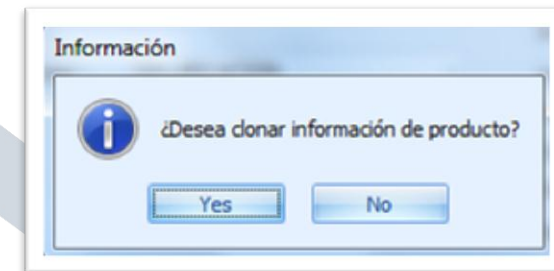
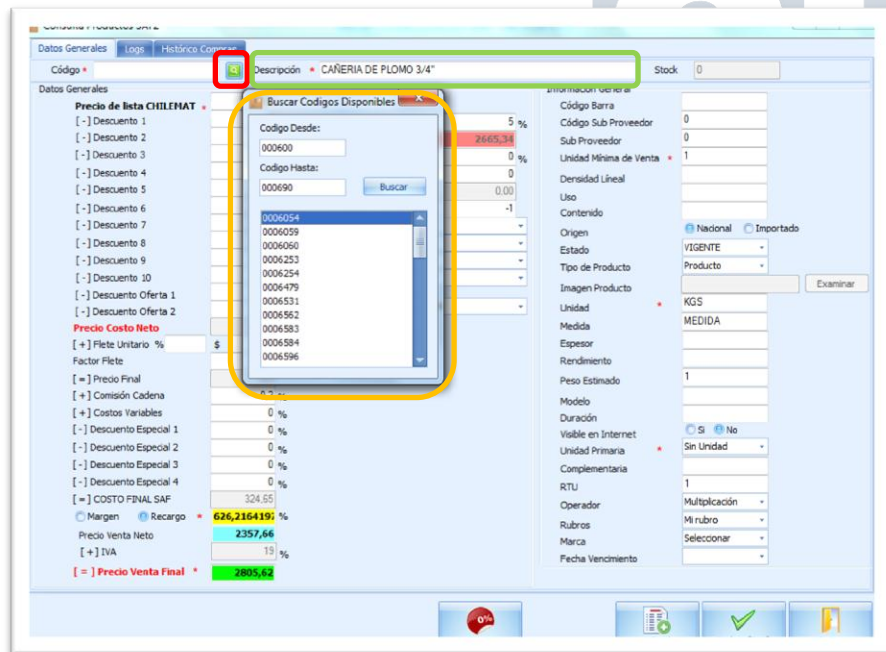

Imagen 6
Imagen 7
1.4 Nuevo producto: Esta opción nos da la posibilidad de clonar una planilla ya ingresada o comenzar una desde cero. Por ejemplo, tenemos en el sistema cañería de ¾ y ahora tenemos una nueva medida de ½, para ello en vez de comenzar con una página en blanco, podemos abrir la información de cañería de ¾ y luego presionamos nuevo producto, esto nos mostrara una ventana de dialogo que preguntará si queremos clonar la información del producto (imagen 6), si damos “Yes” esto nos conservará toda la información de la cañería de ¾ y así podremos modificar precio, titulo, cantidad, y toda la información que sea necesaria. Ahora teniendo eso debemos asignarle un código de producto, para ellos debemos ir a un pequeño ícono que aparece al lado del cuadrado donde anteriormente estaba el otro código, (ver imagen 7 rectángulo rojo), eso nos abrirá una ventana que nos pedirá que ingresemos los parámetros de búsqueda para asignarle un código (imagen 7 rectángulo amarillo).
1.5 Grabar: Ahora teniendo el código, los datos y toda la información necesaria para calcular los descuentos (si es que los tiene), ingresamos el título (descripción imagen 7 rectángulo verde) en este ejemplo sería Cañería de ½ y luego grabamos la información y cerramos, al cerrar ya estaría lista la información del nuevo producto y para estar seguro lo podemos buscar en el buscador de productos (imagen 2). También en el buscador podemos tipiar en la descripción “cañería de ½” o si tenemos él código lo anotamos en el rectángulo de código y esto nos haría un filtro para no tener que buscar en todo el inventario.